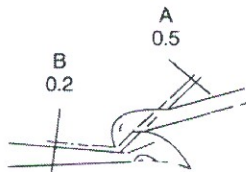

Figura 20
- Quando os lançadores direito e esquerdo estão cruzados, a distância é de 0,2 a 0,5 mm, conforme a Figura 20.